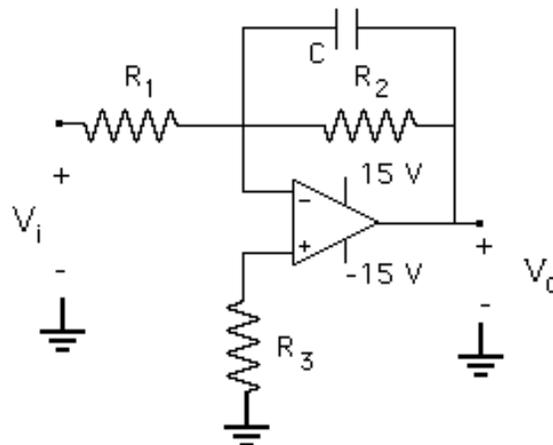

Figura 9.2.- Filtro pasa-bajo activo
- 8.- Haga el diagrama circuital completo en SPICE del filtro pasa bajo activo mostrado en la Figura 9.2 con los valores indicados por su profesor, y realice un análisis AC SWEEP en SPICE para obtener una gráfica de la salida en función de la frecuencia, con una señal de entrada de 1 V de amplitud y un rango de frecuencias de 10 Hz a 1 MHz. Calcule teóricamente la frecuencia de corte del filtro ($f_c = 1/2\pi R_2C$) y ubíquela en la gráfica.
8.- Sobre el amplificador inversor ya estudiado, conecte el condensador correspondiente como se indica en la Figura 9.2 para obtener el filtro pasa bajo activo. A fin de poder realizar una gráfica de la respuesta en frecuencia del amplificador operacional en la configuración filtro pasa bajo activo, mida la amplitud de la ganancia de voltaje (V_o/V_i) en un amplio rango de frecuencias. Para ello coloque en la entrada señales sinusoidales de 1 V de amplitud, varíe la frecuencia y compruebe las amplitudes y frecuencias de estas señales de entrada con el osciloscopio antes de realizar las mediciones sobre la señal de salida. Asegúrese de tomar varios puntos alrededor de la frecuencia de corte del filtro pasa bajo ($f_c = 1/2\pi R_2C$), hasta completar 10 puntos. Anote los resultados obtenidos en la siguiente tabla y registre los comentarios pertinentes. Al ir realizando las mediciones compruebe los resultados utilizando como referencia el diagrama en SPICE para evitar errores grandes. Al terminar esta tabla, muéstrela a su profesor para que haga una primera revisión de los resultados.